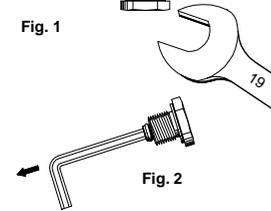

Fig. 2
- b) Located inside the return plug is the by-pass plug. Remove it with a 4 mm Allen wrench (Fig.2).
- All'interno del tappo da 1/4" è avvitata la boccola di by-pass. Rimuoverla con una chiave brugola da 4 mm (Fig. 2).